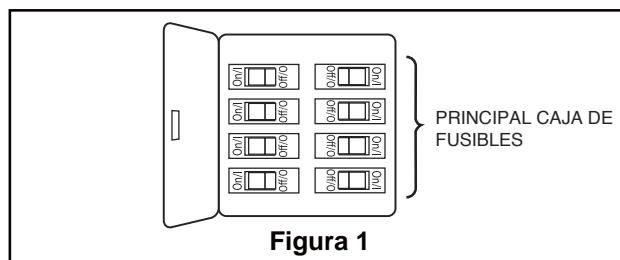

Figura 1
1. Retire uno de los dos tornillos de reborde de la abrazadera para colgar. Afloje el segundo tornillo de reborde sin retirarlo del todo. Ensamble la base girando el chavetero de la base sobre el tornillo de reborde de la abrazadera para colgar. Ajuste el tornillo de reborde. Ensamble por completo el segundo tornillo de reborde que antes había retirado y ajústelo. (Figura 1)